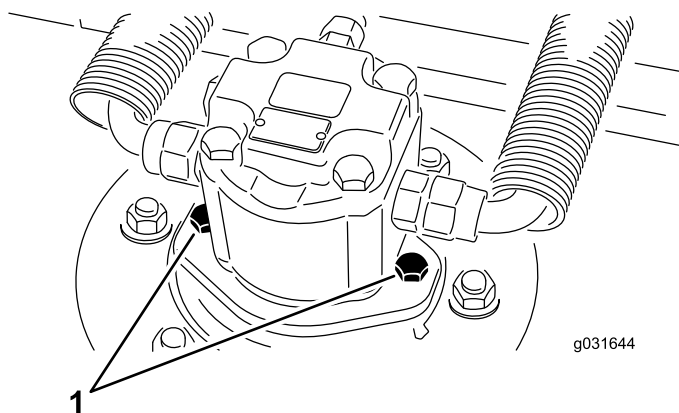

Figura 65
2. Retire los tornillos de montaje del motor y desconecte y retire el motor hidráulico la carcava (Figura 65).
4. Con los tornillos de montaje del motor hidráulico, instale el motor hidráulico en la carcava (Figura 65).